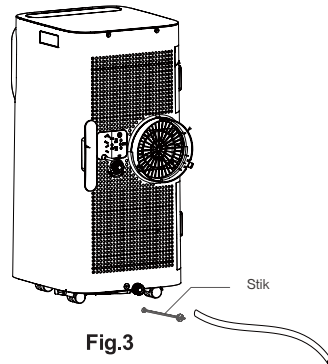

Fig.3
- Hvis vandstrømmotoren er beskadiget, kan kontinuerlig dræning anvendes. Tilslut afløbsslangen til bunddrænhullet (Fig.3), og enheden vil stadig fungere korrekt.